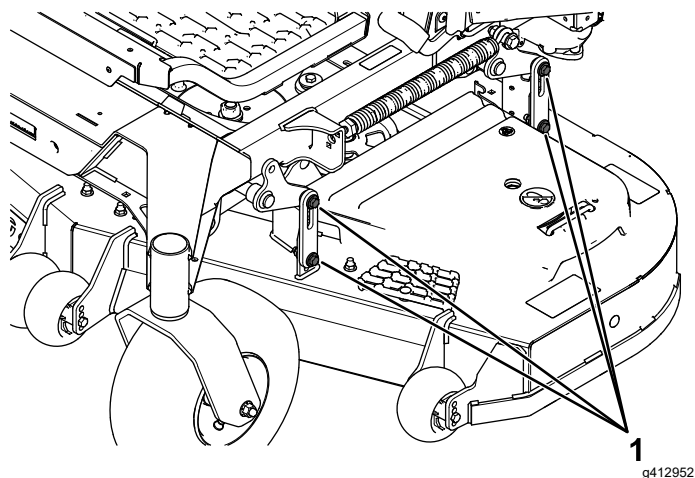

Figure 89
16. Desserrez les boulons (Figure 89) aux 4 coins de sorte que le plateau repose solidement sur les 4 cales.